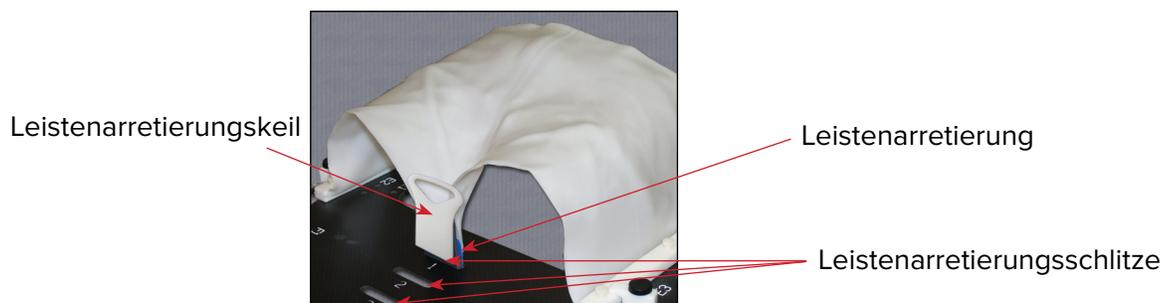

Abb. 2
1. Führen Sie die Leistenarretierung in den entsprechenden Leistenarretierungsschlitz an der Vorrichtung ein (Abbildung 2).
2. Platzieren Sie den Leistenarretierungskeil hinter der Leistenarretierung, damit die Leistenarretierung nicht aus der Vorrichtung rutscht (Abbildung 2).